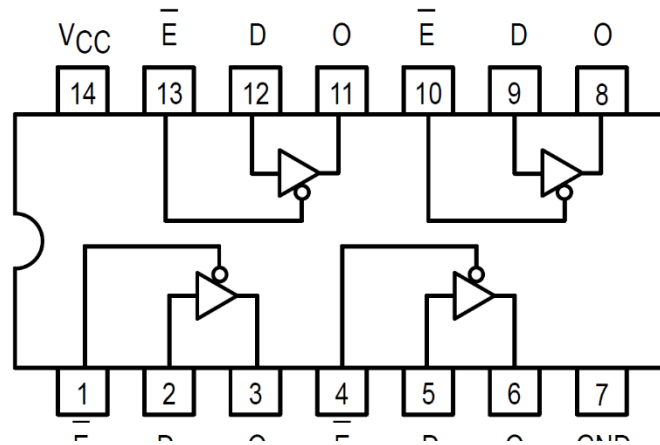

Figura 6
- ✓ El 74LS125 contiene 4 buffer tri-state cuyas entradas de habilitación son activas a nivel lógico bajo. El diagrama de conexión se indica en la figura 6.